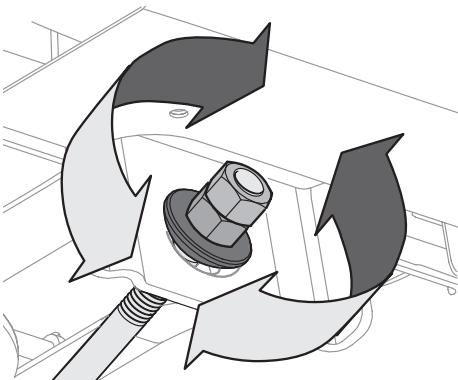

Figura 4-5
- Para elevar el frente de la plataforma, afloje la tuerca exterior y apriete (rosca hacia adentro) la tuerca contra el soporte de suspensión delantera. Vea la Figura 4-5. Cuando se logre el ajuste correcto, vuelva a apretar la tuerca externa hasta 25-30 pies-libras.
- Para bajar el frente de la plataforma, afloje la tuerca exterior y afloje (rosca hacia afuera) la tuerca, lejos del soporte de suspensión delantera. Vea la Figura 4-5. Cuando se logra el ajuste correcto, vuelva a apretar la tuerca externa.